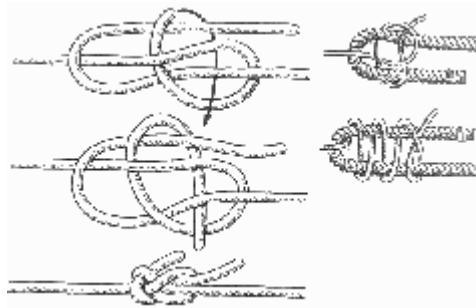

Рис. 40. Докерский узел (справа внизу — другой вариант узла)
**Докерский узел** (Рис. 40). В морской практике нередко возникает необходимость прикрепить к толстому канату намного более тонкий по сравнению с ним трос. Такая необходимость всегда есть во время швартовки судна к причалу, когда с палубы нужно подать один или сразу несколько швартовых концов. Существует несколько способов крепления бросательного конца к швартову, у которого нет огона, но наиболее распространенный из них — применение докерского узла.